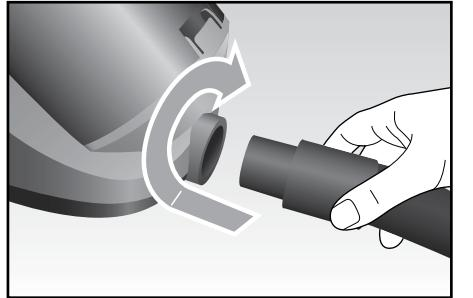

Fig. 2
- Inserire il manicotto (H) nell'apertura di entrata dell'aria (D) ruotandolo leggermente fino al completo bloccaggio (Fig. 2).
- Inserire il tubo telescopico (O) sull'impugnatura (N).